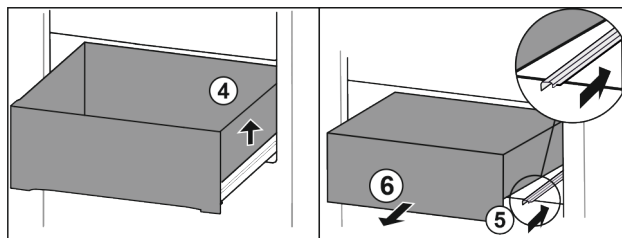

Fig. 114
- ▶ Nadzvedněte zásuvku vpravo. Fig. 114 (4)
- ▶ Zasuňte pravou kolejničku. Fig. 114 (5)
- ▶ Vyjměte zásuvku dopředu. Fig. 114 (6)